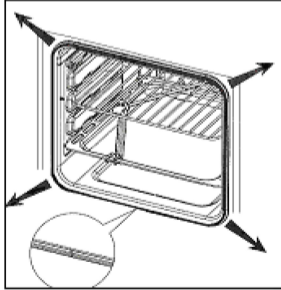

FIGURE 21
2. Retirez en en tirant l'un des vieux angles malsains. **(Figure 21)**